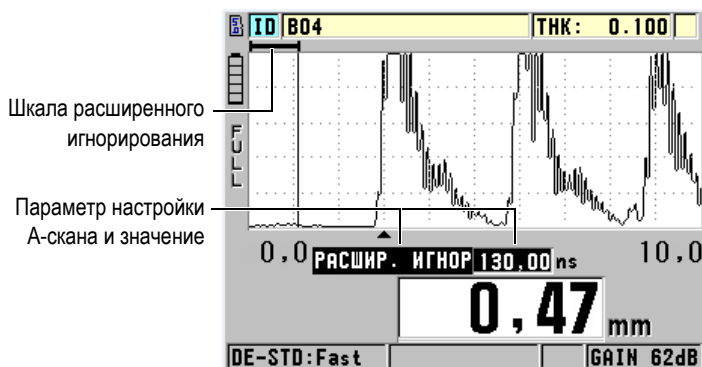

Рис. 9-2 Настройка длины расширенного игнорирования
1. Нажмите [GAIN/WAVE ADJ] (только при наличии опции А-скана). Параметр настройки А-скана и его значение появляются на экране измерений (см. Рис. 9-2 на стр. 161).
Горизонтальная линия над экраном А-скана обозначает длину расширенного игнорирования (см. Рис. 9-2 на стр. 161).